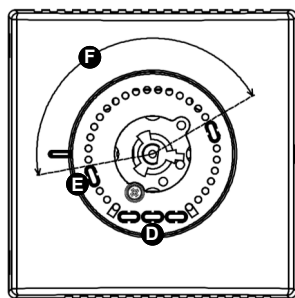

Fig. 11 / Рис. 11.
2. Extraer los interruptores de corredera mecánicos (D) ubicados al lado del asiento del mando y posicionarlos (E) como en el ejemplo de la Fig. 11.